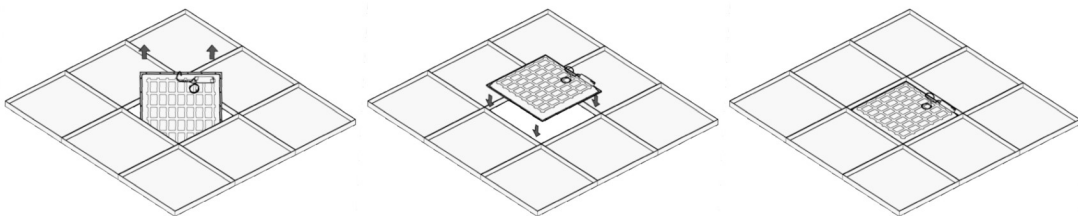

Рисунок 4 — Установка светильника Geniled серии Офис Comfort Basic в подвесной потолок типа «Армстронг». (БАП не показан)
5.3.5. Установите светильник Geniled в выбранную ячейку (рис.4). Следите за тем, чтобы кабель не оказался зажат между элементами конструкции потолка и светильника. Убедитесь, что светильник надежно закреплен на потолке.
Рисунок 4а – **арт.14050** - Комплект кронштейнов Geniled Офис Comfort Basic для потолка Грильято с высотой ламели 30 мм и шириной 10 мм (4шт. в комплекте)
Рисунок 4б – **арт.14051** - Комплект кронштейнов Geniled Офис Comfort Basic для потолка Грильято с высотой ламели 40 мм и шириной 10 мм (4шт. в комплекте)
Рисунок 4в – **арт.14052** - Комплект кронштейнов Geniled Офис Comfort Basic для потолка Грильято с высотой ламели 30 мм и шириной 15 мм (4шт. в комплекте)
Рисунок 4г – **арт.14053** - Комплект кронштейнов Geniled Офис Comfort Basic для потолка Грильято с высотой ламели 40 мм и шириной 15 мм (4шт. в комплекте)